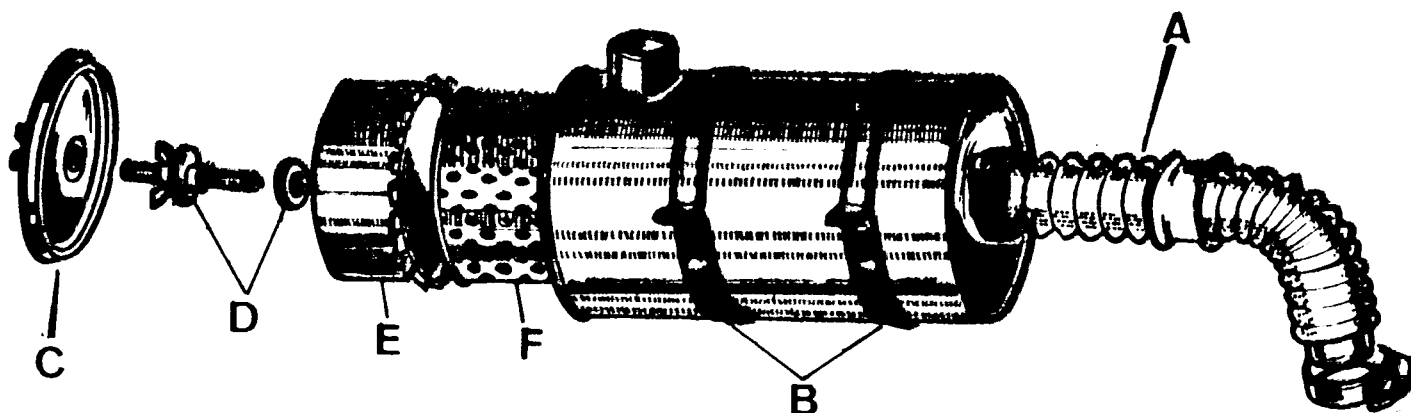

Fig. A3-3 Desmontaje del filtro de aire
- 1.2. Soltar la tubería flexible, A (Fig. A3-3) de admisión de aire, en su unión al colector de admisión.
- 1.3. Aflojar las dos tuercas de mariposa en las bridas, B (Fig. A3-3), desplazar dichas bridas hacia adelante y extraer el conjunto filtro de aire con el tubo flexible.
- 2.1. Desenroscar la tuerca de la tapa, C (Fig. A3-3) y extraer dicha tapa.
- 2.2. Desmontar los elementos de fijación, D (Fig. A3-3) del cartucho filtrante y retirar la cubierta deflëctora, E y el cartucho, F.